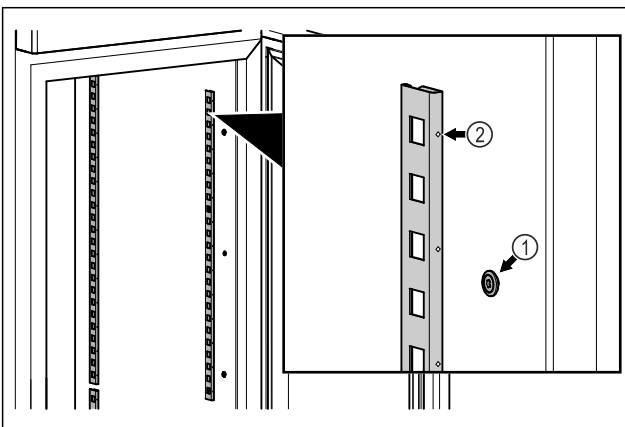

Fig. 79 Beispielhafte Darstellung
- Rastenleisten in Aufhängung Fig. 79 (1) einhaken. Markierung Fig. 79 (2) muss nach vorne zeigen.